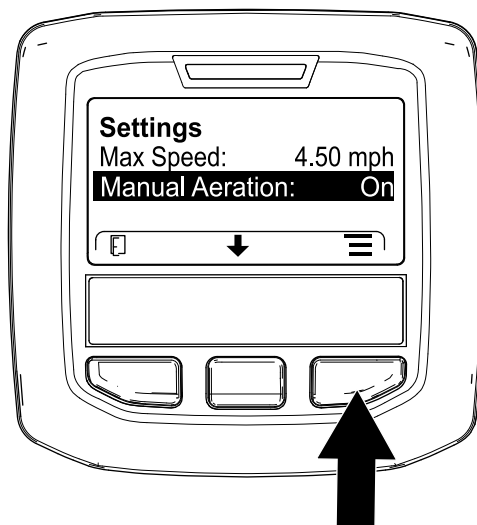

Figura 124
5. Premete il tasto centrale dell'InfoCenter fino a quando non viene selezionata l'opzione ARIEGGIATURA MANUALE, quindi premete il tasto destro (Figura 124) per impostare l'arieggiatura manuale su ATTIVA.